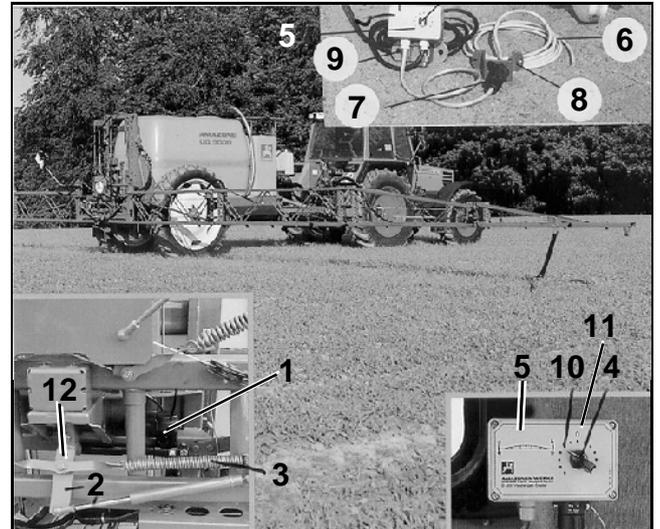
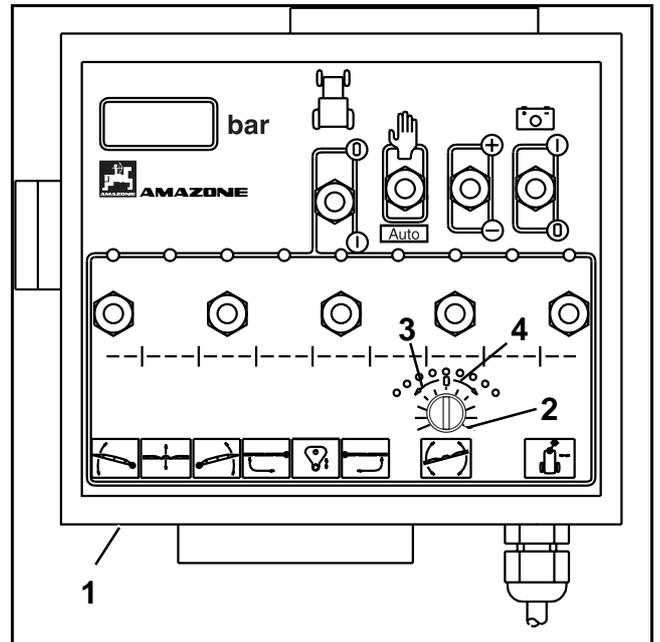

Fig. 8.20
Fig. 8.21
- Para la regulación de la inclinación del varillaje desplegado girar el botón rotativo (Fig. 8.20/4 o bien Fig. 8.21/2). Los puntos individuales de la escala representan cada uno un determinado ángulo de inclinación del varillaje.